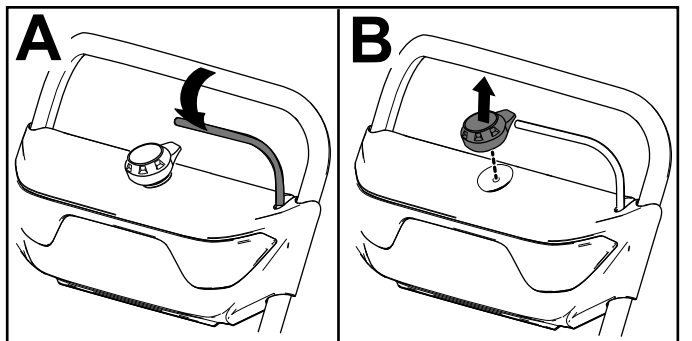

Bild 13
1. Den Bügel lösen (A in Bild 13).
2. Entfernen Sie den elektrischen Startknopf aus dem Elektrostarter (B in Bild 13).